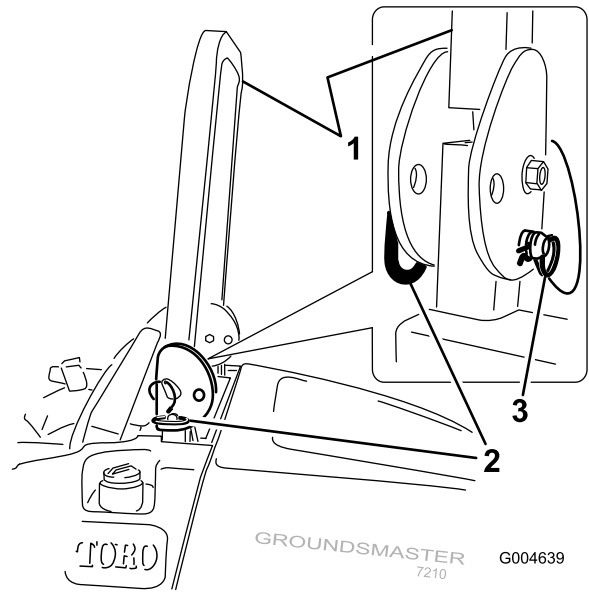

Figura 42
1. Para bajar la barra anti-vuelco, retire los pasadores de horquilla, empuje la barra hacia adelante contra los resortes, y retire los dos pasadores (Figura 42).
3. Instale los dos pasadores y fíjelos con los pasadores de horquilla (Figura 42).
4. Para elevar la barra anti-vuelco, retire los pasadores de horquilla y retire los dos pasadores (Figura 42).
5. Eleve la barra anti-vuelco a la posición vertical, instale los dos pasadores y fíjelos con los pasadores de horquilla (Figura 42).